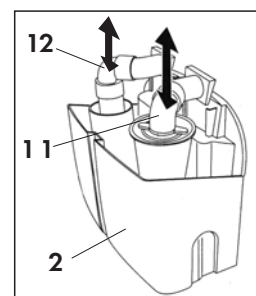

Fig. 15
Le réservoir de récupération sale (2), le groupe flotteur (11) et le groupe "Effet Venturi" (12), ces derniers se trouvant à l'intérieur du réservoir de récupération saleté (2), peuvent être enlevés de leur siège en vue de leur nettoyage de la manière illustrée à la figure 15.